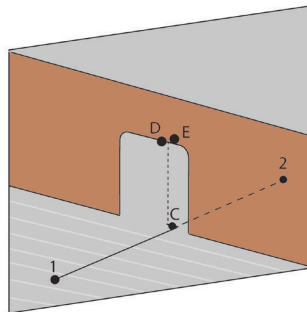

Figure 21
6. Si la distance de D à E < 1,5 mm pour une porte de 3 m, votre précision d'aplomb est conforme aux spécifications. (Figure 21)